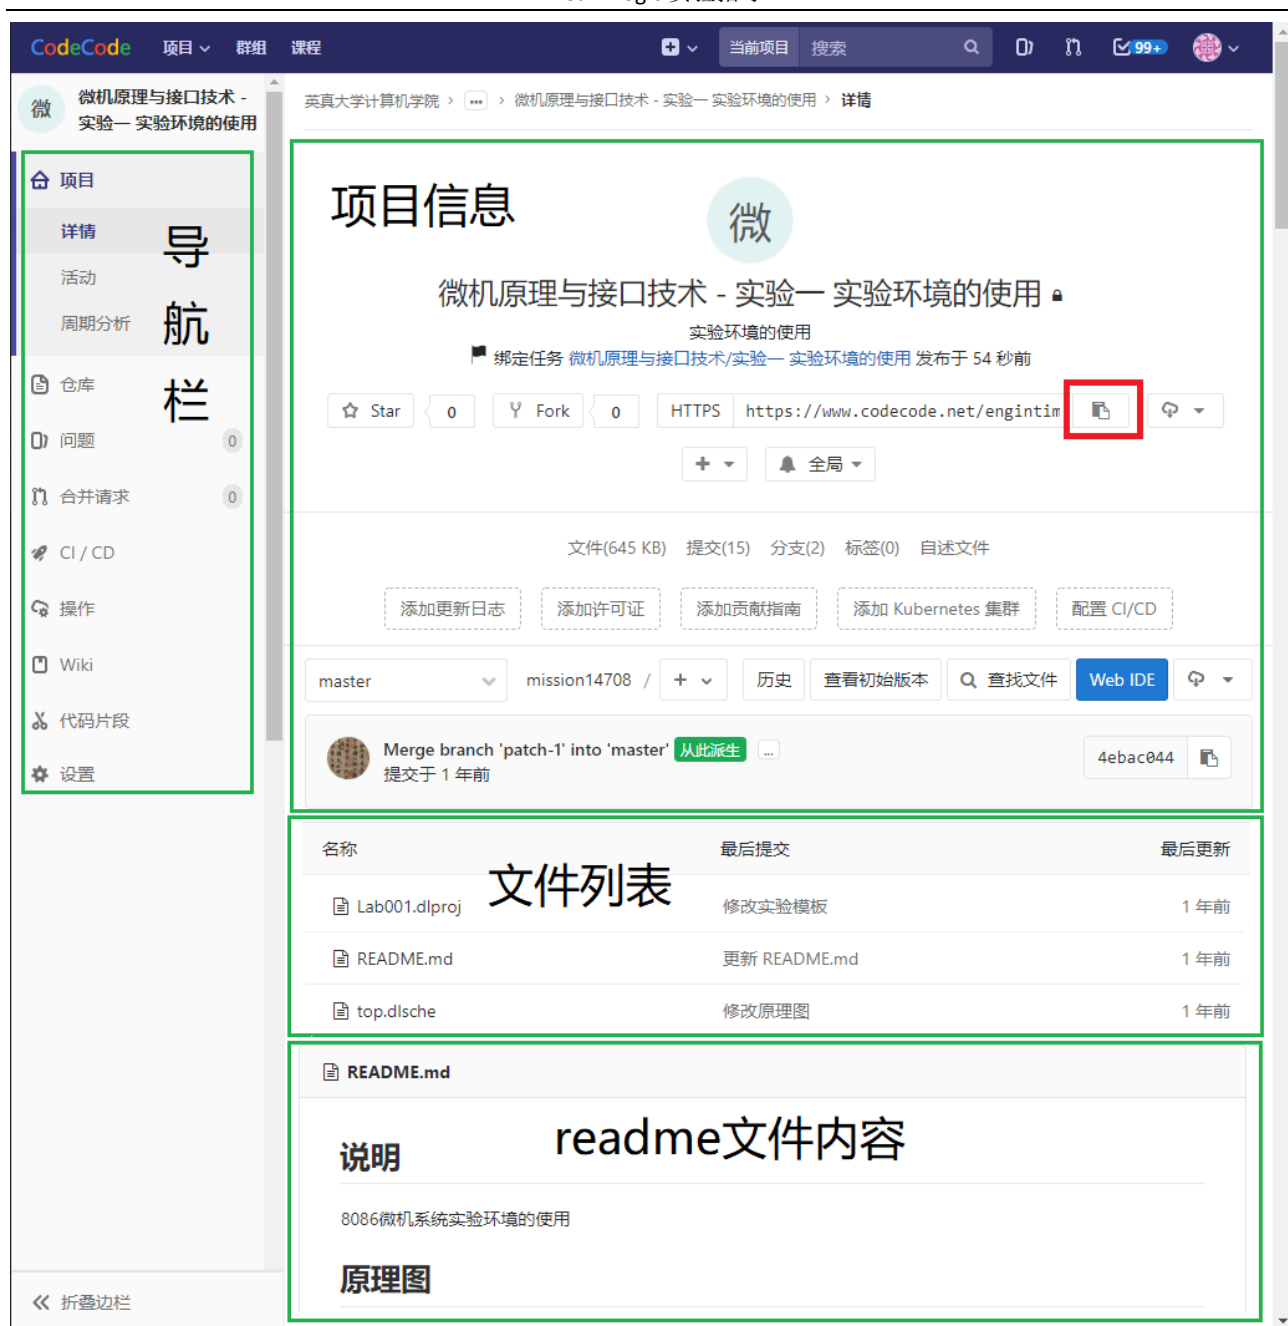

图 1-2：个人项目页面
7. 在个人项目页面中, 包括左侧的导航栏、项目信息、文件列表、readme.md 文件内容等, 如图 1-2 所示。
8. 在个人项目页面的图 1-2 中, 点击红色方框中的按钮, 可以复制当前项目的 URL, 在本实验后面的练习中会使用这个 URL 将此项目克隆到读者计算机的本地磁盘中, 从而供读者进行修改。
2. 在“Git 远程库 URL(G)”中填入读者个人项目的 Git 远程库的 URL 地址(在图 1-2 中,点击红色方框中的按钮,可以复制当前项目的 URL)。